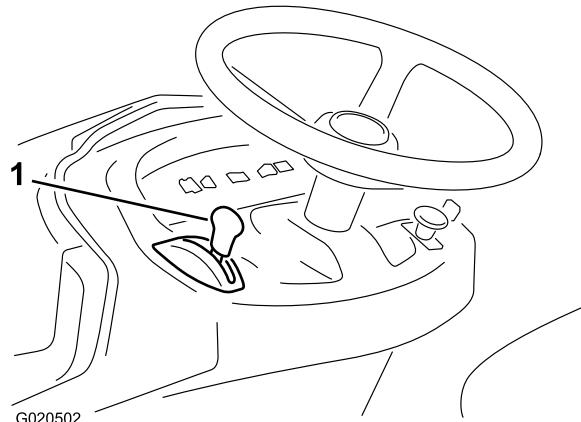

Bild 9
5. Schieben Sie den Gasbedienungshebel ganz nach vorne in die Choke-Stellung, wenn Sie einen kalten Motor anlassen (Bild 9).
6. Drehen Sie den Zündschlüssel nach rechts und halten ihn auf Start (Bild 9).
7. Schieben Sie den Gasbedienungshebel langsam auf Schnell (Hase) (Bild 9), sobald der Motor angesprungen ist.
1. Stellen Sie den Gasbedienungshebel auf Langsam (Bild 9).
2. Drehen Sie den Zündschlüssel auf die Aus-Stellung (Bild 9).